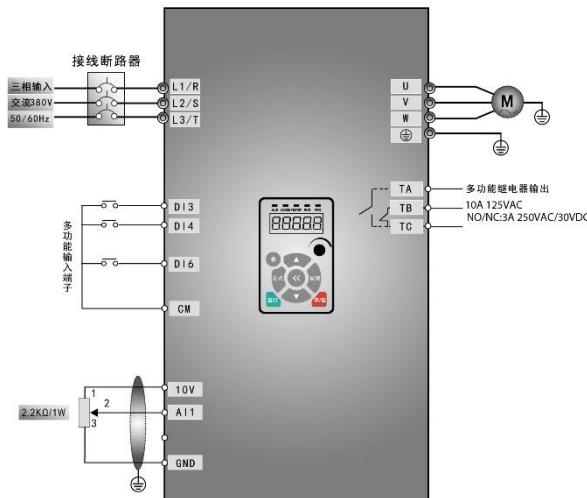

图 5-9 接线图 3
- (1) 按图 5-9 配线，检查接线正确后，合上空气开关，变频器上电。注意：外部模拟信号设定电位器可选择 2K~5K 电位器。对于精度要求高的场合请选择用精密多圈电位器，接线使用屏蔽线，屏蔽层近端可靠接地。